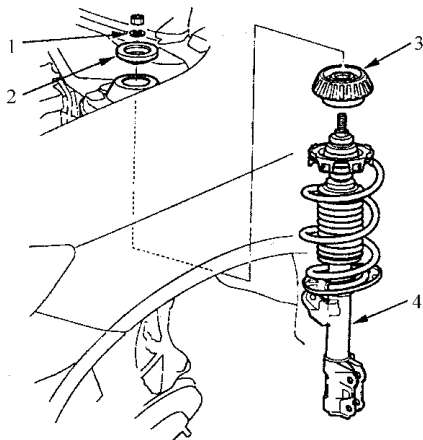

图 6-36 拆卸 M12 螺母和波形垫圈
6) 如图 6-36 所示, 从减振器顶端拆卸 M12 螺母和波形垫圈。